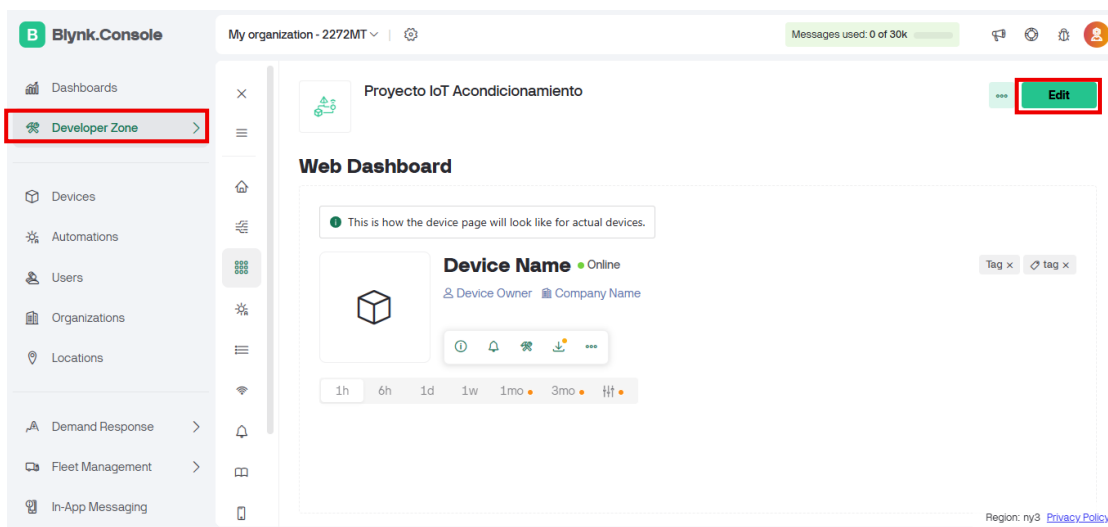

Figura 8.12. Edición del tablero o *Dashboard* para el monitoreo de señales
- Una vez configurado el *Datastream*, se debe volver a la opción “Developer Zone” y en la opción “Web Dashboard” podrá editar el tablero de monitoreo de señales. (Ver figura 8.12)